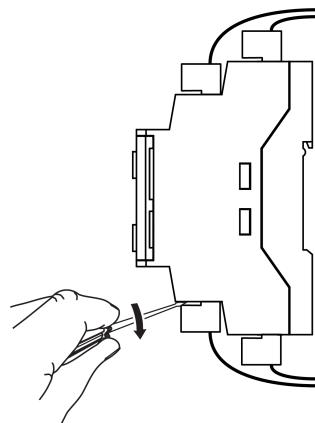

Рисунок 7.3 – Отсоединение съемных частей клемм
- Отсоединить съемные части клеммников** от прибора, предварительно пометив провода для последующего подключения (см. рисунок 7.3).